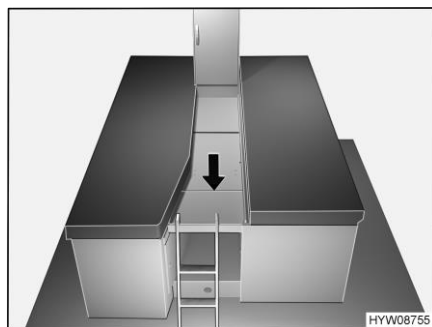

Bild 73 Förbered sängbreddning
- Fäll upp sängbreddningen och lägg den mellan enkelsängarna som det visas på Bild 73.